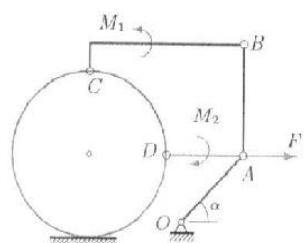

рис. 4
**Задача 4.** Механизм с идеальными стационарными связями находит-ся в равновесии под действием силы  $F$  и моментов  $M_1 = 10$  Нм,  $M_2 = 11$  Нм. Длины звеньев  $OA = 4\sqrt{2}$  м,  $AB = 6$  м,  $AD = 5$  м, угол  $\alpha = 45^\circ$ . Стержни  $AD$  — горизонтальный,  $AB$  — вертикальный. Уголок  $CB$  изогнут под прямым углом, длинная сторона его горизонтальна. Диск радиуса  $R = 5$  м касается горизонтальной поверхности без проскальзывания (рис. 4). Вес стержней и диска не учитывать. Найти величину  $F$ .